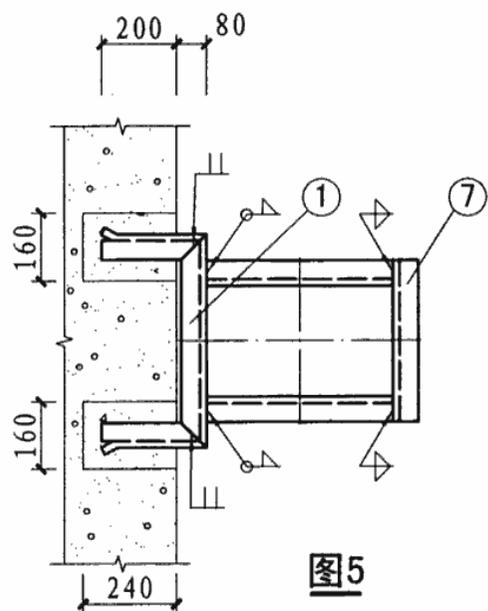
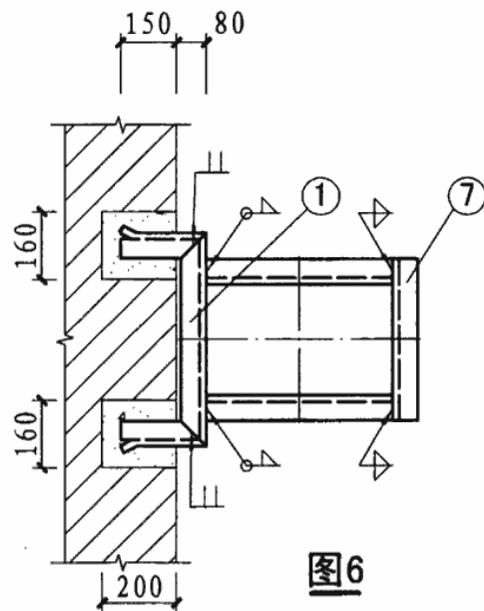
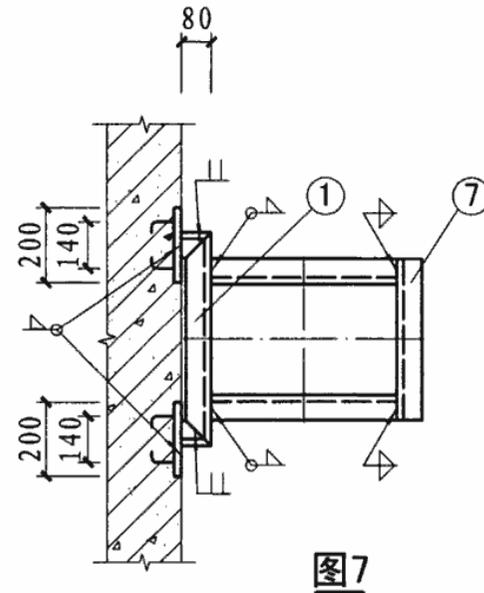
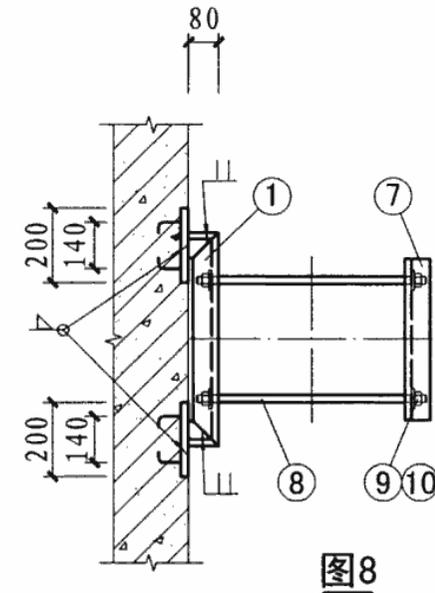

图5
图6
图7
图8
3. 图3、图7预埋件宽为200mm，厚为18mm。
5. 图4、图8中风管支架方式也适用于图1、图2、图3、图5、图6、图7。